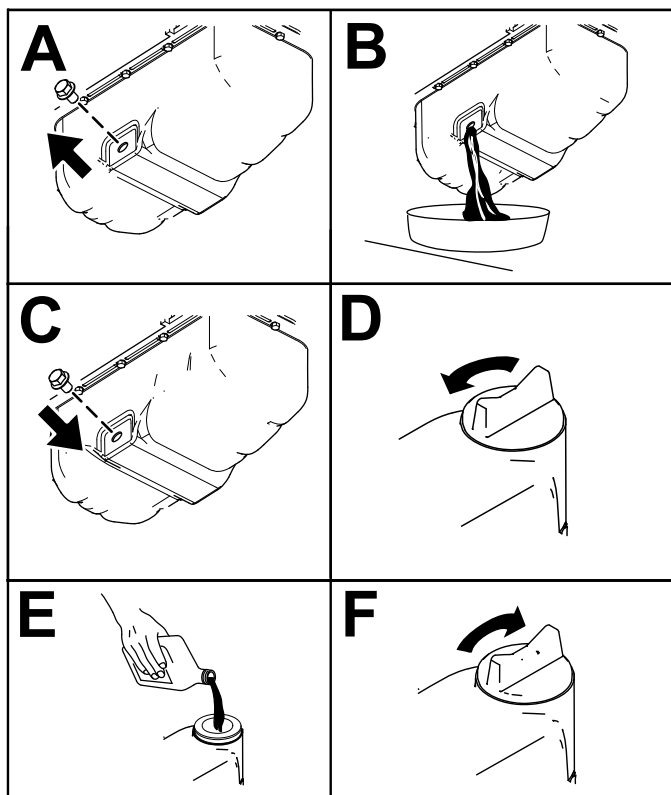

Figura 54
3. Cambie el aceite del motor, según se muestra en Figura 54.